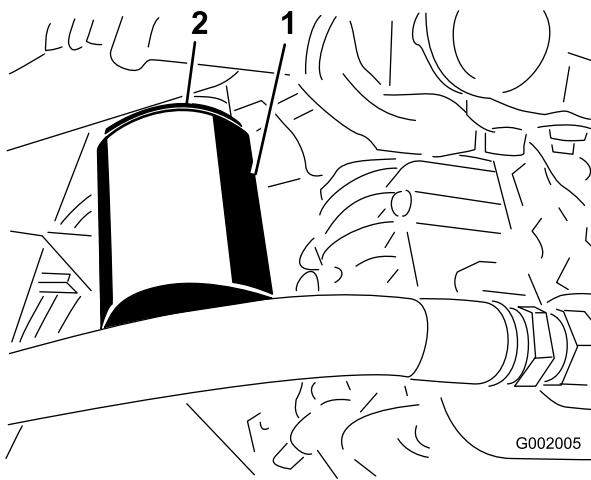

Figura 64
4. Togliete il filtro (Figura 64).